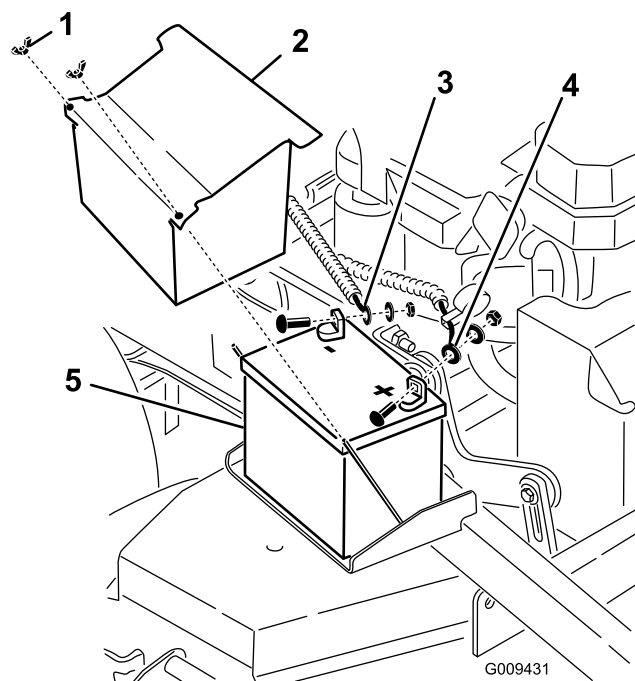

Figura 54
3. Levante a tampa de borracha preta no cabo negativo. Desligue o cabo negativo da bateria do terminal negativo (-) da bateria (Figura 54).
4. Retire a protecção do terminal vermelho do terminal positivo (vermelho) da bateria. Em seguida, retire o cabo positivo (vermelho) da bateria (Figura 54).
5. Retire a placa de suporte da bateria e guarde todas as peças (Figura 54) e retire a bateria.
1. Coloque a bateria na máquina (Figura 54).
3. Primeiro, instale o cabo positivo (vermelho) da bateria no terminal positivo (+) da bateria com uma porca, anilha e perno (Figura 54). Coloque a protecção de borracha no borne.
4. Em seguida, instale o cabo negativo da bateria e o cabo de massa no terminal negativo (-) da bateria com uma porca, anilha e perno (Figura 54). Coloque a protecção de borracha no borne.